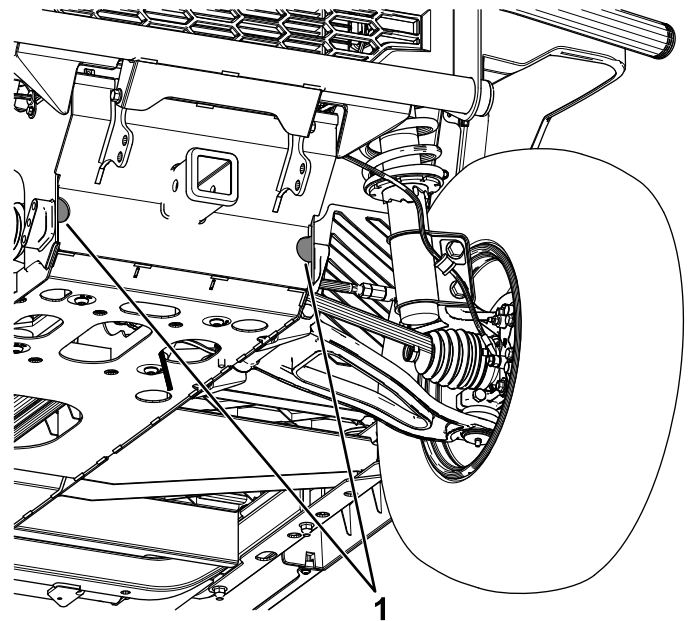
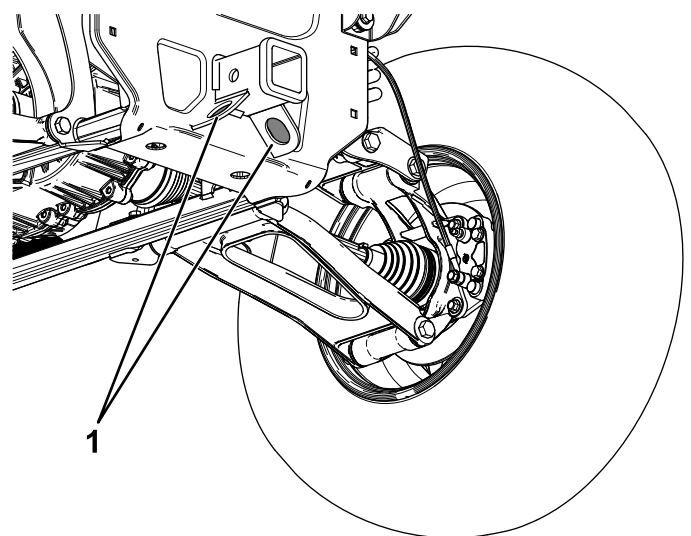

Figure 87
Figure 88
L'emplacement des points d'arrimage sur la machine est indiqué à la Figure 87 et la Figure 88.
1. Accrochez un câble de remorquage à la flèche d'attelage à l'avant du cadre de la machine (Figure 87).